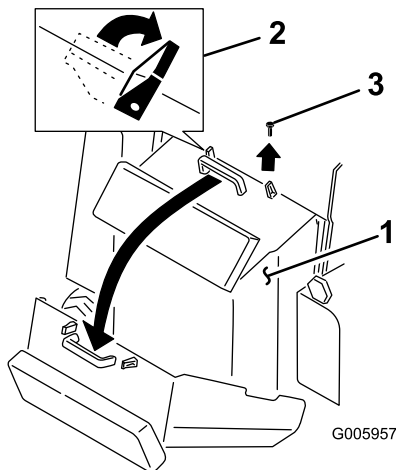

Bild 25
2. Lösen Sie die zwei Blockierzangen oben auf der hinteren Abdeckplatte (Bild 25).
3. Entfernen Sie die Schraube, die sich neben der rechten Blockierzange befindet (Bild 25).